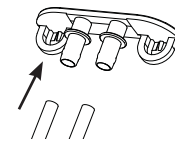
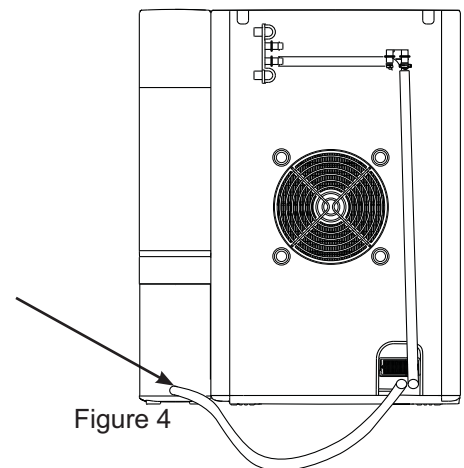
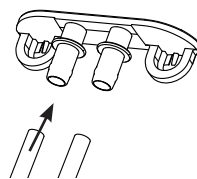

Figure 3
Figure 4
Figure 5
- Une fois que l'eau cesse de s'écouler, rebranchez les tubes de vidange au bouchon de vidange (Figure 3), ou si vous disposez d'un réservoir latéral, rebranchez le tube non identifié au bouchon de vidange, et le tube B à la base du réservoir latéral (Figure 4).
- Une fois la vidange terminée, rebranchez les deux tubes au bouchon de tube en plastique gris (Figure 5)
6. Une fois le rinçage terminé, rebranchez les tubes de vidange au bouchon de vidange (Figure 5), ou si vous avez un réservoir latéral, rebranchez le tube non identifié au bouchon de vidange et le tube B à la base du réservoir latéral (Figure 4).